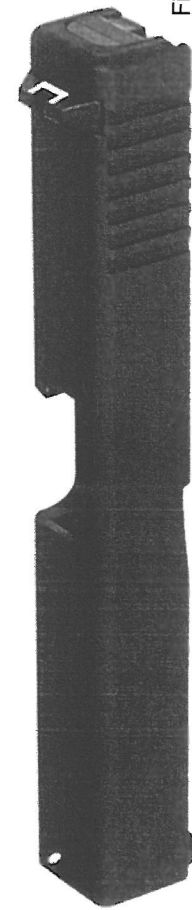
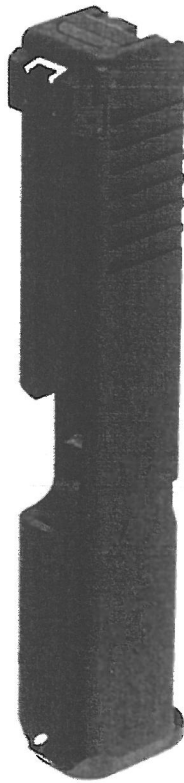

Fig. 1
Fig. 2
These consist of a rear sight (16) and a front sight (16a), in which white contrast elements are inserted. The fixed rear sight (Fig 1) is adjustable for windage (adjustment range at 25m distance: 20-40cm*) and four different rear sight heights (adjustment range at 25m distance: 20-30cm*) are available. The fully-adjustable rear sight (fig. 2) is adjustable for windage (adjustment range at 25m distance: approx. 20cm*) and elevation (adjustment range at 25m distance: approx. 35cm*) with a small supplied screwdriver.
Die Visierung mit eingelegten, weißen Kontraststücken besteht aus der Kinnme (16) und dem Korn (16a). Die Fixkinnme (Fig. 1) ist durch Verschieben horizontal (auf 25 m: 20-40 cm*) und durch Austausch in der Höhe verstellbar (4 verschiedene Kinnmenhöhen, Verstellbereich auf 25 m: 20-30 cm*). Die Verstellkinnme (Fig 2) ist mittels Schraubendreher in Höhe (auf 25 m um ca. 20 cm*) und Breite (auf 25 m um ca. 35 cm*) verstellbar.
Se composant d'un cran de mire (16) et d'un guidon (16a) dans lesquels sont insérés des éléments de contraste de couleur blanche les visées fixes (fig. 1) sont réglables en dérive par déplacement (20-40 cm sur 25 m*) et en hauteur par remplacement (4 différents hauteurs disponibles, 20-30 cm sur 25 m*). Les visées réglables (fig. 2) sont complètement réglables en dérive (~20 cm sur 25 m*) et en hauteur (~35 cm sur 25 m*) par tournevis.
Consisten de mira (16) y guion (16a), ambas provistos de marcas de contraste blancas. La alza fija (Fig. 1) permite el ajuste horizontal (ajuste de alcance a 25 mts de distancia: 20-40 cm*), el ajuste vertical se hace mediante recambio de mira (Son disponibles alzas en 4 alturas diferentes, ajuste de alcance a 25 mts de distancia: 20-30 cm*). La alza ajustable (Fig. 2) permite el ajuste horizontal (ajuste de alcance a 25 mts de distancia: approx. 20 cm*) y vertical (ajuste de alcance a 25 mts de distancia: approx. 35 cm*) por medio de destornillador.